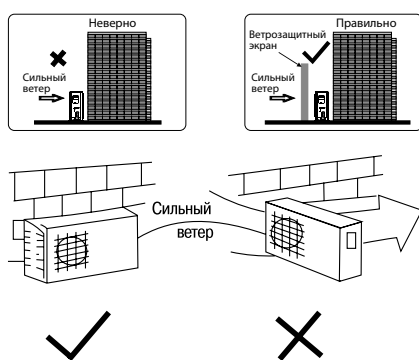

Рис. 14
- Если блок будет располагаться в условиях сильного ветра, то установите его так, чтобы выход воздуха был под углом 90° к направлению ветра. При необходимости установите защитный экран, как показано на Рис. 14.